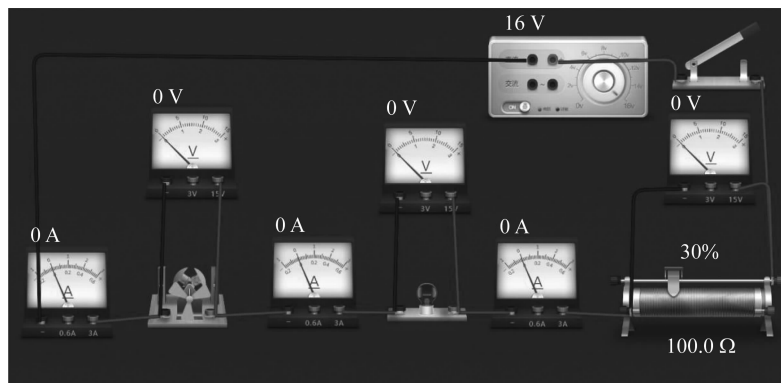

图 1-1-2 仿真软件搭建电路
- (1)根据电路图图纸,选择器材,为下一步的接线做好准备工作。
- (2)使用鼠标根据原理图的连接方法对元器件进行串联电路连接。
- (3)使用鼠标根据原理图的连接方法对元器件进行并联电路连接。
- (4)搭建完成的电路如图 1-1-2 所示。